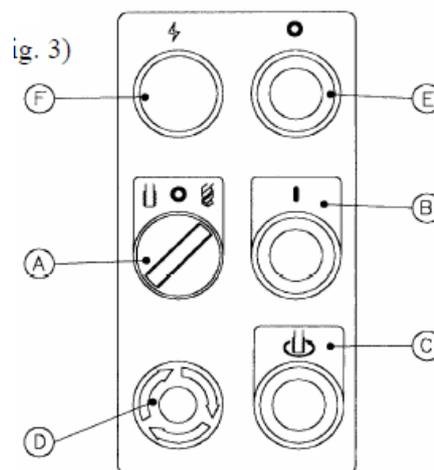

Fig.3
- (1) Tourner le sélecteur A (voir Fig. 3) sur la position "TARAUDAGE" lorsque vous voulez exécuter des opérations de taraudage.
- (2) Abaisser le fourreau et ajuster la course de profondeur de taraudage avec la barre graduée.
- (3) Vérifier que la broche tourne à la bonne vitesse pour l'opération de taraudage.
- (4) Appuyer sur le bouton « START » B (voir Fig. 3) et démarrer le taraudage.
- (5) En cas de problème, appuyer sur le bouton d'arrêt d'urgence D (voir Fig. 3), la machine s'arrêtera immédiatement.
- (6) Relâcher le bouton D et appuyer sur le bouton inverseur C, le sens du taraudage d'inversera.
- (7) Une fois l'opération de taraudage terminée, ne pas oublier de remettre le sélecteur A en position « NEUTRE ».
- (8) Appuyer sur le bouton E pour arrêter la machine.
- (9) Témoin de mise sous tension F.